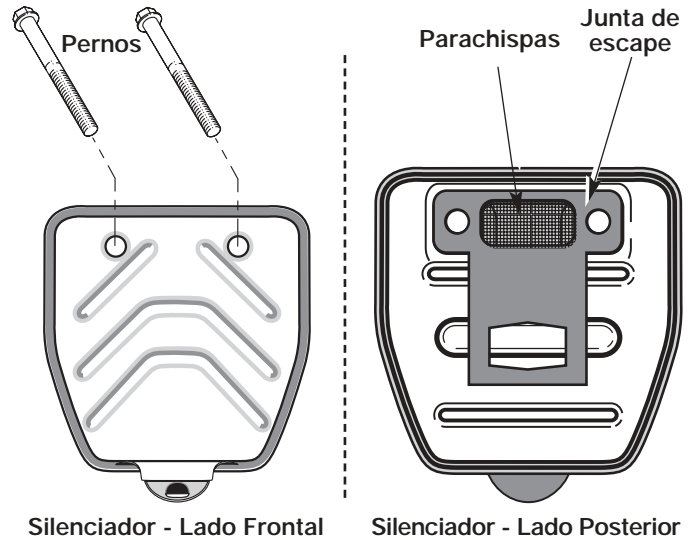

Fig. 26
2. Ubique el frente del silenciador y los dos (2) pernos que lo sujetan al motor (Fig. 26). Quite los dos (2) pernos con un destornillador de punta plana, una llave de tubo de 8 mm (5/16 pulg.) o destornillador para tuercas. Hale el silenciador del motor.
3. Voltee el silenciador al lado posterior y ubique la junta de escape. Retire la junta de escape (Fig. 26).
7. Ponga la junta del silenciador contra el lado posterior del mismo. Alinee los orificios de los pernos de la junta del silenciador en el silenciador. Mientras sostiene la junta en su lugar, ponga los pernos en el lado frontal del silenciador (Fig. 26).